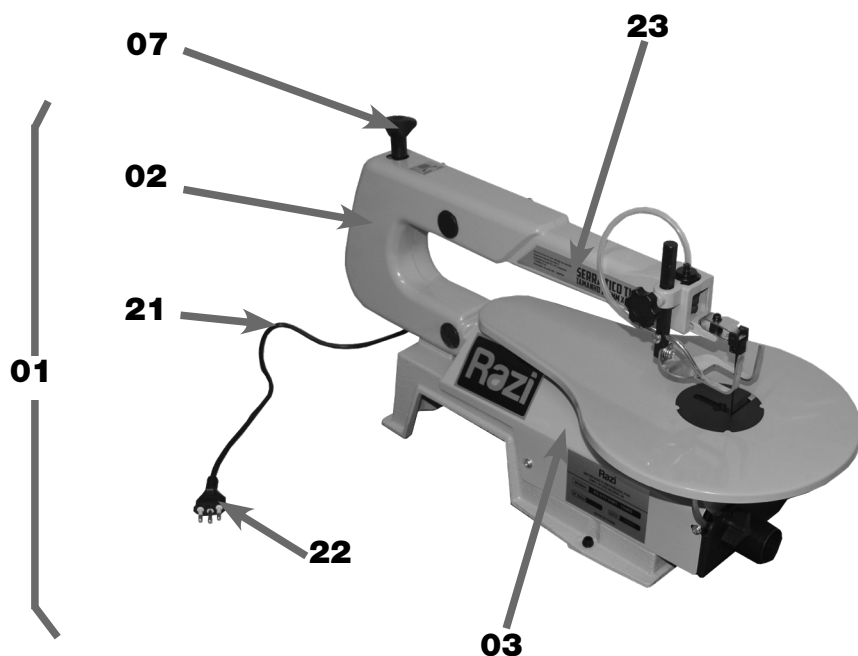

FIGURA 01 – Serra Tico-Tico
VERIFICAR se a tensão (Volts) da máquina é compatível da rede elétrica. Esta informação pode ser obtida tanto na Plaqueta de Identificação (23) fixada no Braço da Serra (02) e na própria embalagem do produto (figura 01);
Em caso de EMERGÊNCIA, SOLTAR rapidamente o Interruptor Liga/Desliga (15) e DESCONECTAR o Plugue de Alimentação (22) (figura 01) da tomada.
Quando houver intervenção de manutenção sobre a máquina, é necessário DESTRAVAR o Interruptor Liga/Desliga (15) e DESCONECTAR o Plugue de Alimentação (22) da tomada (figura 01), ou seja, da rede elétrica de energia. Desta forma, a máquina não oferece RISCO DE CHOQUE ELÉTRICO;
A **SERRA TICO-TICO DE BANCADA** da **Razi** foi desenvolvida pelos critérios de qualidade, segurança, modernidade e tecnologia, a fim de atender as necessidades do usuário, em conformidade com as normas técnicas aplicáveis (figura 01).
A Serra Tico-Tico (01) é composta basicamente pelo Braço da Serra (02) e da Base (03) (figura 01).